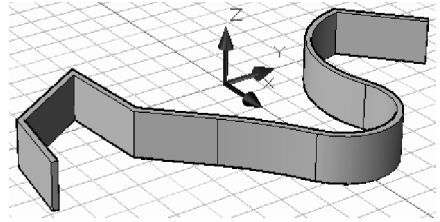

Fig. 9.11 Model Polysolid
- Generarea unui model *Polysolid* prin indicarea punctelor – Fig. 9.11. Din panoul **3d Make** al ferestrei **Dashboard** se alege *Polysolid*. Ca variante se pot folosi meniul grafic **Modeling** sau meniul desfășurabil **Draw**, submeniul **Modeling**. De asemenea, se poate tasta **Polysolid** pe linia de comandă. Dialogul este